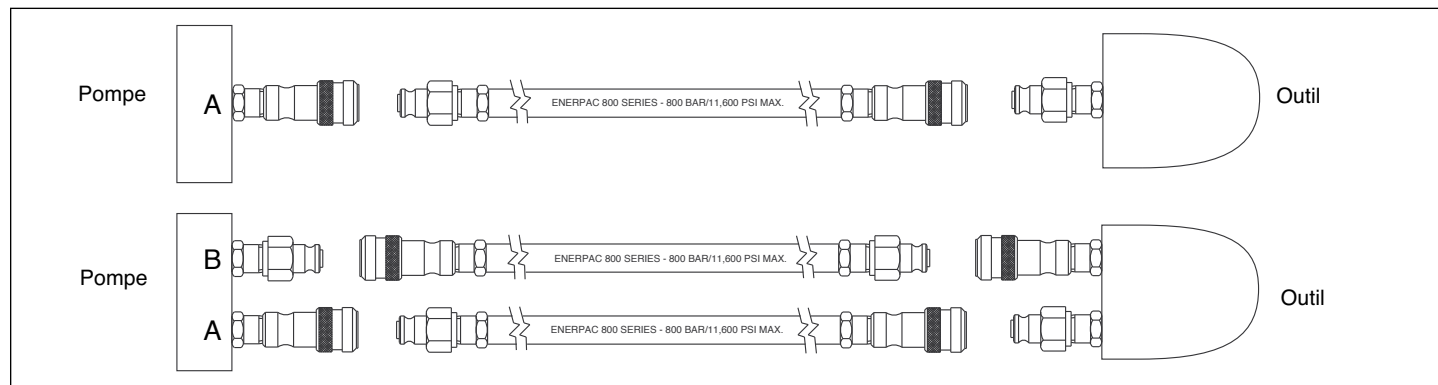

Figure 4 - Raccordement de la Clé Dynamométrique
2. Connectez l'autre extrémité du flexible au raccord de la clé comme présenté sur la Figure 4. Serrez manuellement la bague de verrouillage du coupleur.
2. Raccordez les flexibles à la clé dynamométrique comme présenté sur la Figure 4. Serrez manuellement les bagues de verrouillage du coupleur. Lorsque vous utilisez en association la pompe et la clé dynamométrique Enerpac, les flexibles et les coupleurs de la Série 800 sont conçus de façon à ce que l'orifice d'avance de la pompe puisse uniquement être connecté à l'orifice d'avance de la clé, et l'orifice d'escamotage de la pompe uniquement connecté à l'orifice retour de la clé.